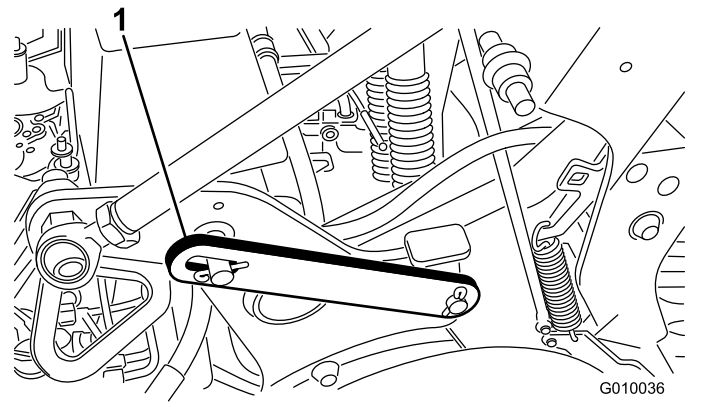

Figura 20
3. Retire el anillo de retención que sujeta el fiador de mantenimiento en la posición de almacenamiento (Figura 20).